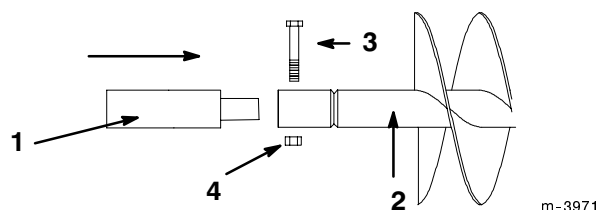

Abbildung 3
4. Wenn zusammen mit dem Bohrer eine Verlängerung verwendet wird, das Ende der Verlängerung in das Ende des Bohrers stecken und den Bohrer mit 11,5 cm (7/8"-9 x 4-1/2")-Schraube und 7/8"-11-Mutter am Antriebskopf befestigen (Abb. 3).